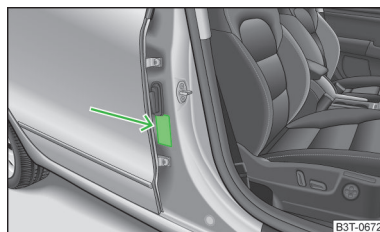

Fig. 14
- En el montante B del lado del acompañante » **fig. 14.** El adhesivo es visible al abrir la puerta del acompañante.